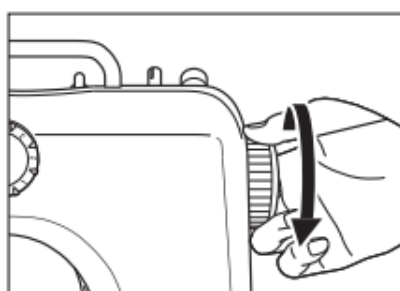

Fig.10
7. Wenn Sie mit dem Nähen fertig sind, stellen Sie den Schalter auf "Aus", bringen Sie die Nadel mit dem Handhebel in die höchste Position, heben Sie danach den Näh-Fuß mit dem Hebel an und schneiden Sie den Faden mit dem Fadenschneider ab. (Abbildung 10)